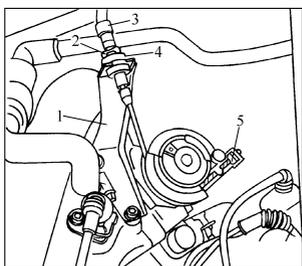

图 1-24 节气门拉索机构
- 6) 从拉索盘上松开图 1-24 所示油门拉索端的接头 5。
- 1) 将节气门拉索 5 (图 1-24) 装到节气门踏板和节气门控制单元的轮盘上。
- 2) 拨下节气门拉索套管 3 的定位件上的插塞 2 (图 1-24)。
4) 通过插塞 2 在橡胶套管 4 (图 1-24) 上的位置来调整节气门拉索, 使节气门处于全开状态。